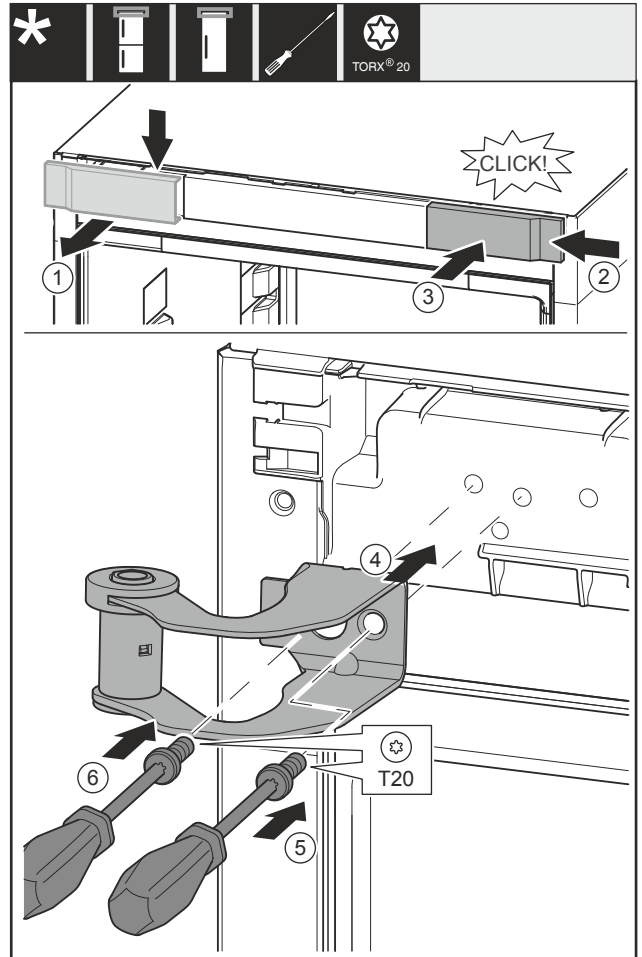

Fig. 11
- ▶ Зніміть кожух Fig. 11 (1) зверху рухом уперед.
- ▶ Поверніть кришку Fig. 11 (2) на 180° і повісьте її з іншого боку праворуч.
- ▶ Зафіксуйте кришку Fig. 11 (3).
- ▶ Встановіть верхній опорний кронштейн Fig. 11 (4).
- ▶ Затягніть гвинт Fig. 11 (5).
- ▶ Затягніть гвинт Fig. 11 (6).